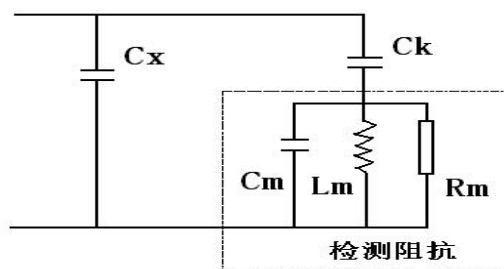

图 4.8 RLC 型输入单位的检测回路及等效电路示意图（并联法）
1) 如图 4-8 所示为 RLC 型输入单位的检测回路及等效电路，其中 C_x 为试品电容， C_k 为耦合电容。当产生一次局部放电时，试品 C_x 两端产生一个瞬时电压变化 Δu ，此时若经过 C_k 耦合到输入单元上，回路就会产生一脉冲电流 I ，局放仪将脉冲电流经输入单元产生的脉冲电压信息，予以检测、放大和显示等处理，就可以测定局部放电的一些基本参量（主要是放电量 q ）。